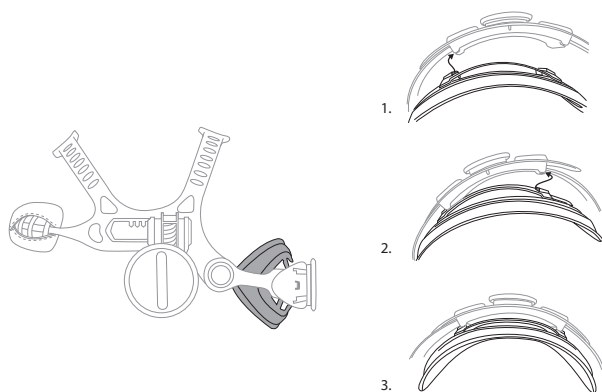
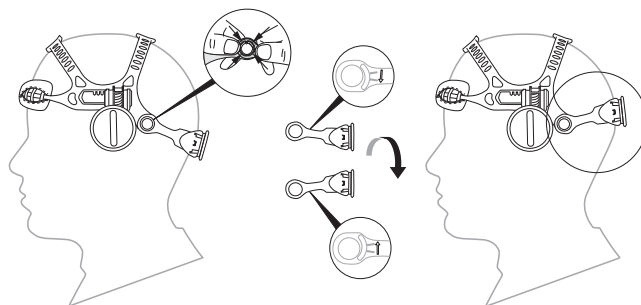

Fig. 4a
Fig. 4b
4. Un grand appui-tête confortable (46-0400-55) facultatif qui convient au cliquet est offert. Ce grand appui-tête confortable peut également être utilisé pour améliorer l'ajustement et la stabilité pour les têtes plus petites (Fig. 4a). Afin de procurer un ajustement confortable et sécuritaire, il est possible d'enlever le mécanisme à cliquet, de le faire pivoter à 180 degrés et de le remplacer afin de modifier légèrement l'endroit où le mécanisme à cliquet touche l'arrière de la tête (Fig. 4b).